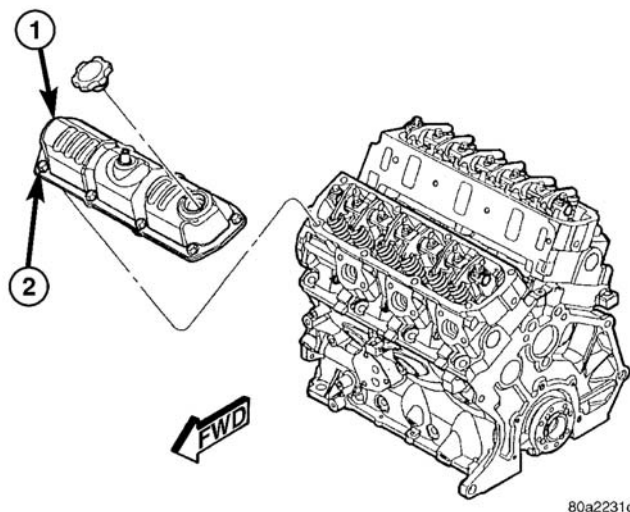
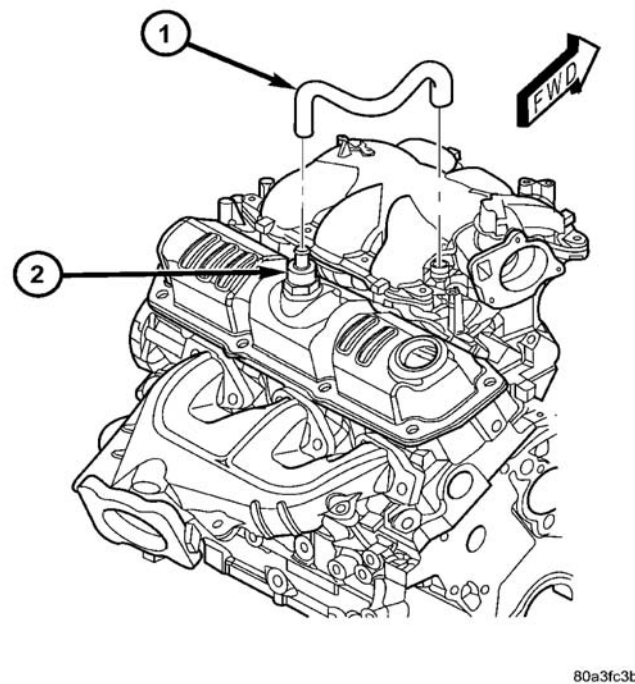

图 23 气缸盖罩
图 25 PCV 软管
气缸盖罩用模压钢制造。罩是用强化钢的矽橡胶垫圈密封的。气缸盖罩将橡胶隔离器用于每个紧固件部位 (图 23)
- (5) 从气缸盖罩上断开 PCV 软管 (图 25)。
- (6) 卸下气缸盖罩螺栓。
- (7) 卸下气缸盖罩和垫圈 (图 23)。